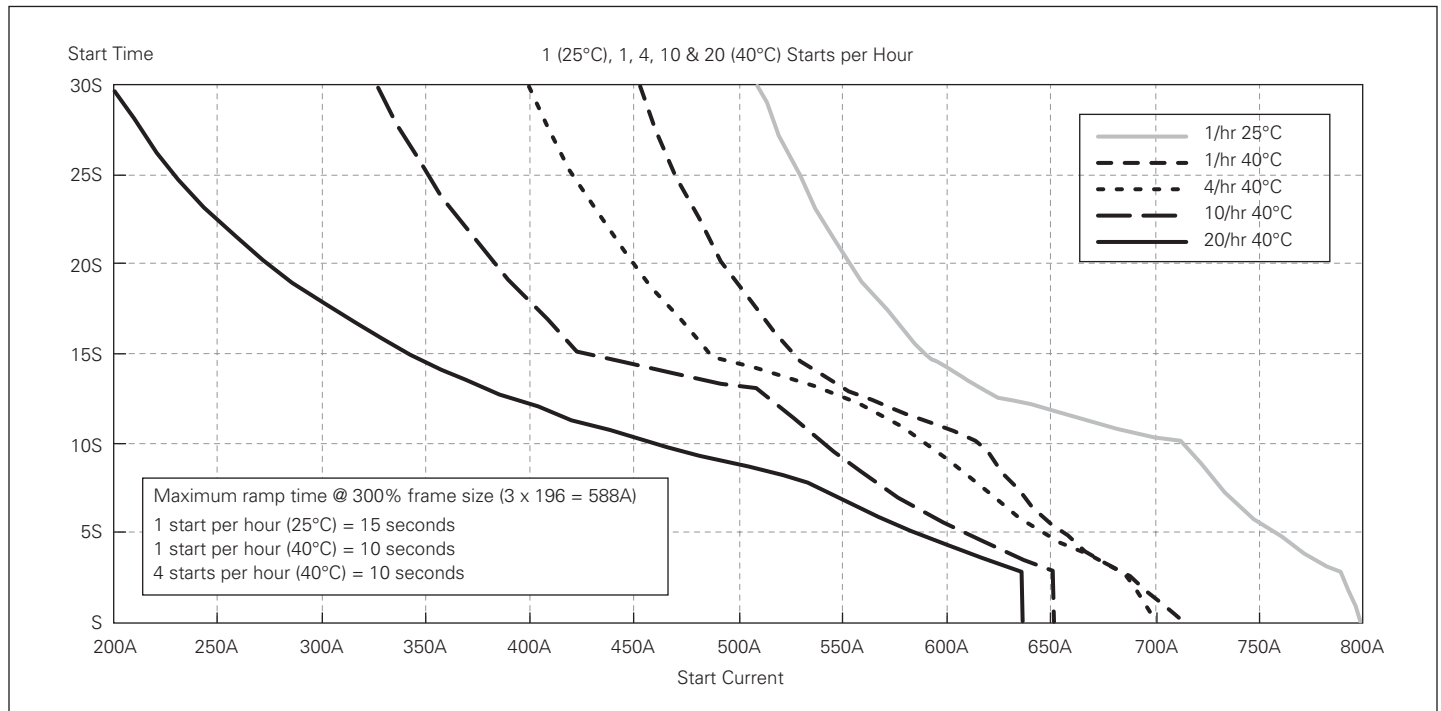

Figure 15. 196A Rated DS7-340SX200N0-N, DS7-342SX200N0-N, DS7-34DSX200N0-D
**Table 22. See also Figure 15**